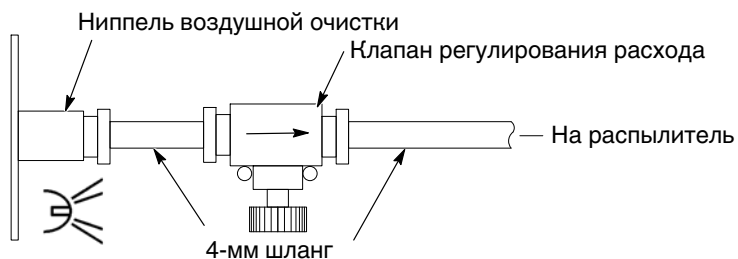

Рис. 3-13 Присоединение клапана регулирования расхода и шланга воздушной очистки
6. См. рис. 3-13. Присоединить поставленные с системой 4-мм бесцветный пневмошланг и клапан регулирования расхода к ниппелю воздушной очистки на задней панели, как показано. Клапан регулирования расхода можно разместить в любом месте. Использовать шланговый резак для обрезки шлангов под прямым углом.